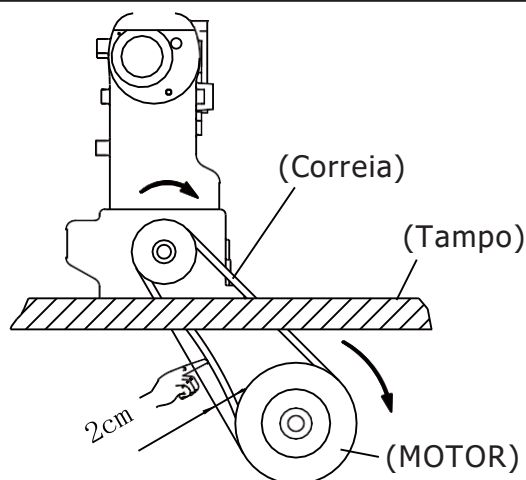

Fig.17
2. Certifique-se de que a direção de rotação do motor seja no sentido horário e que a tensão da correia do motor possa ser pressionada com o dedo para dentro em cerca de 2 cm. Por razões de segurança, prenda a cobertura da correia. (Fig. 17, 18)